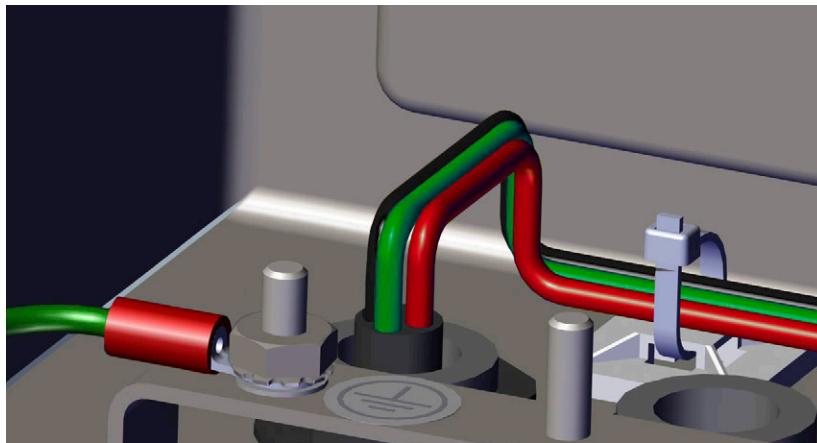

Figura 2-21. Posa del cavo di alimentazione DC
1. Far passare il cavo nel pressacavo, vedere la Figura 2-21.